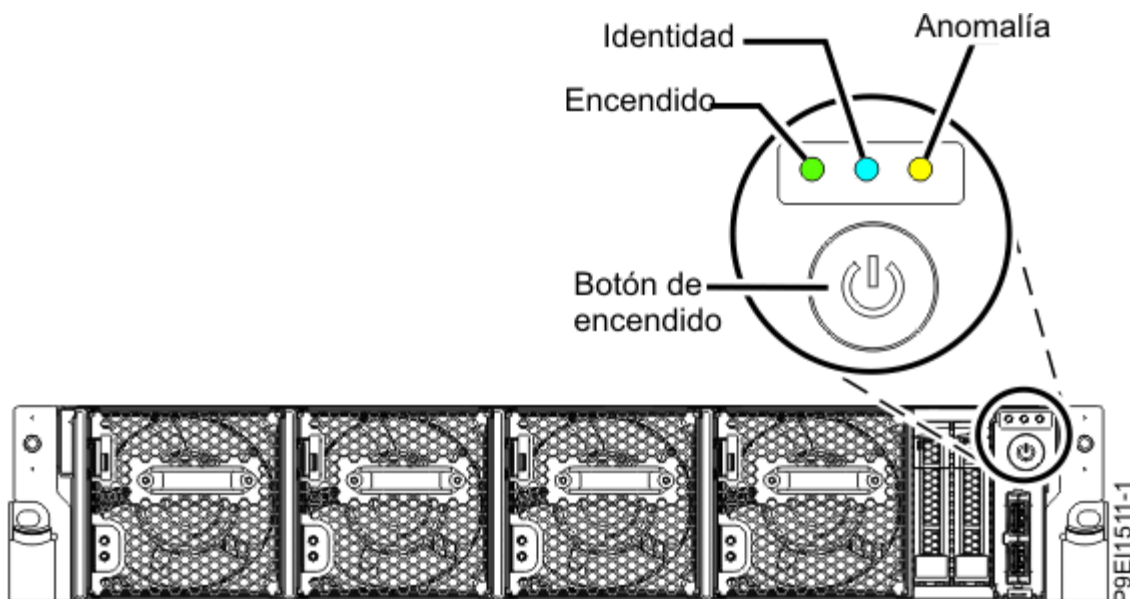

Figura 98. Botón de encendido
- El LED de encendido parpadea, tal como se muestra en la Figura 98 en la página 127. Una luz intermitente indica alimentación en espera para la unidad.
3. Pulse el botón de encendido que se muestra en la Figura 98 en la página 127.